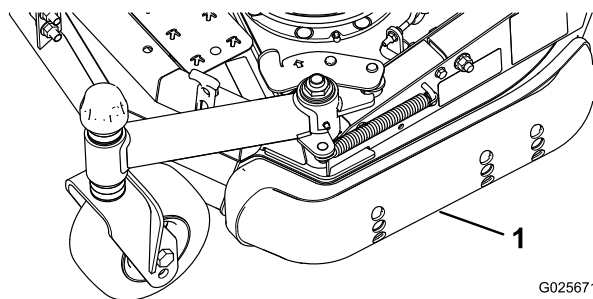

Рисунок 6
3. Отпустите передний винт каждого полоза. (Рисунок 6).